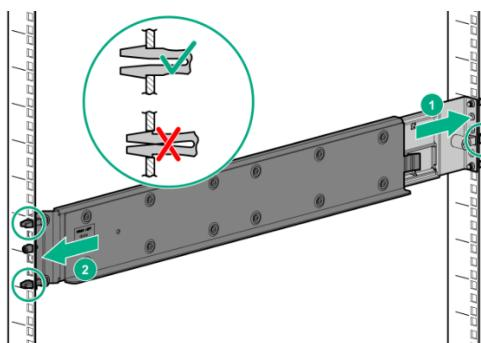
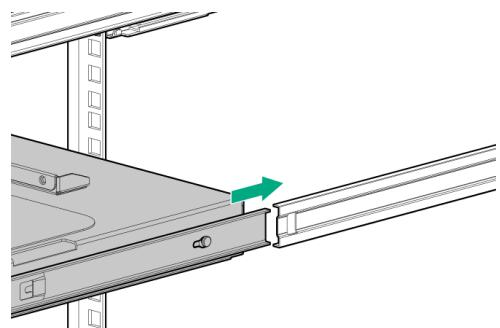

Figura 3
Figura 4
5. Installare il rail kit privo di anima nella posizione individuata all'interno del rack e procedere all'ancoraggio sulla struttura tramite viti di fissaggio idonee (non include nel kit). Reinserire il dispositivo sul rail kit. Fare riferimento alla **figura 3** e alla **figura 4** per ulteriori dettagli